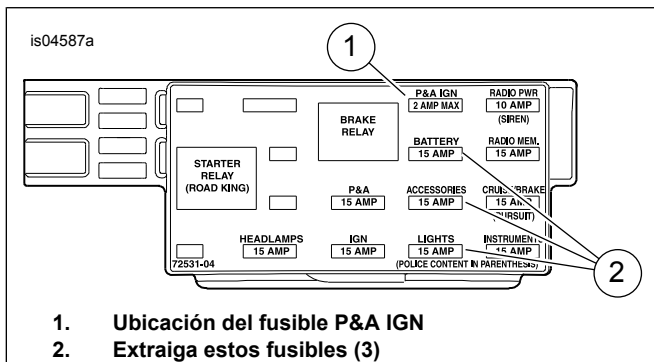

Figura 13. Cavidad del fusible P&A IGN (modelos Touring de 2004 a 2007)
3. **Modelos de 2004 a 2007:** Consulte la Figura 13. Localice la cavidad del fusible marcada como «P&A IGN», «2 A MAX» (1). Quite los tres fusibles (2) instalados actualmente en esta fila, tomando nota de su ubicación.